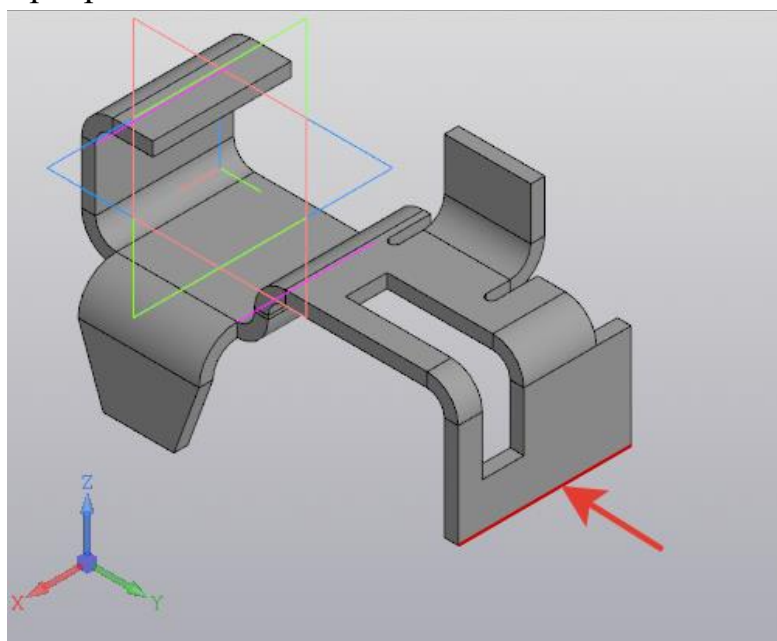

Рисунок 60.
26. На инструментальной панели выбрать *Элементы листового тела* -  *Сгиб* и укажем ребро листовой детали. *Создать объект*  (рисунок 60).